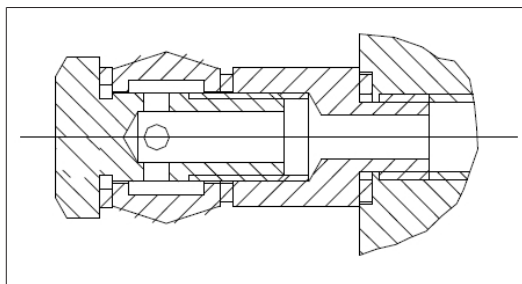

Fig.40 Abb.40
6. Collegare il tubo lungo all'interno delle colonne come da fig. 40 e serrare. Collegare la parte superiore alla colonna comando e la parte inferiore alla colonna lato opposto. Fissare il tubo con l'apposito 'clip'.
6. Connect the long hose inside both columns according to fig.40, tighten (upside connect to main column and the down side connect with sub-column), and then fix the oil pipe by using clip.
6. Placer le tuyau long à l'intérieur des deux colonnes selon fig. 40 et serrer (s'assurer que la partie supérieure soit branchée à la colonne principale et la partie inférieure soit branchée à la colonne secondaire. Puis brancher le tuyau hydraulique utilisant le 'clip' en dotation.
6. Conectar el tubo largo dentro de las columnas como en la fig. 40 y ajustar. Conectar la parte superior a la columna de mando y la parte inferior a la columna del lado opuesto. Fijar el tubo con el "clip" correspondiente.
2. Connettere l'unità idraulica al circuito tramite un tubo flessibile (fig.40).
2. Connect the hydraulic unit to the circuit crossing with a flexible pipe (Fig.40).
2. Brancher l'unité hydraulique au circuit par l'intermédiaire d'un tuyau flexible (Fig. 40).
2. Die Hydraulikeinheit mittels eines Schlauchs mit dem Kreislauf verbinden (Abb. 40).
2) Die Stromversorgung und das Kontrollsystem an das Klemmenbrett der Steuertafel anschließen (Abb. 40), indem das Kabel in den entsprechenden Kabeldurchgang in die Struktur eingeführt wird. Dabei den Verkabelungsplan auf Seite 13 befolgen.